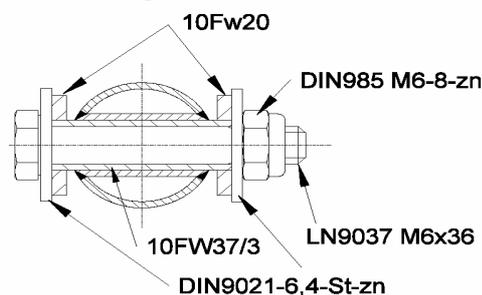

Abb. 16
12. Fahrwerktrieb-Kopplungsstange 10FW20 wieder entsprechend Abb. 16 einbauen. Die bisher eingebaute Buchse 10FW37/2 wird nicht mehr benötigt. Überprüfen, dass sich 10FW20 ohne merkliche Reibung bis zu beiden Seiten des Langloches bewegen lässt.